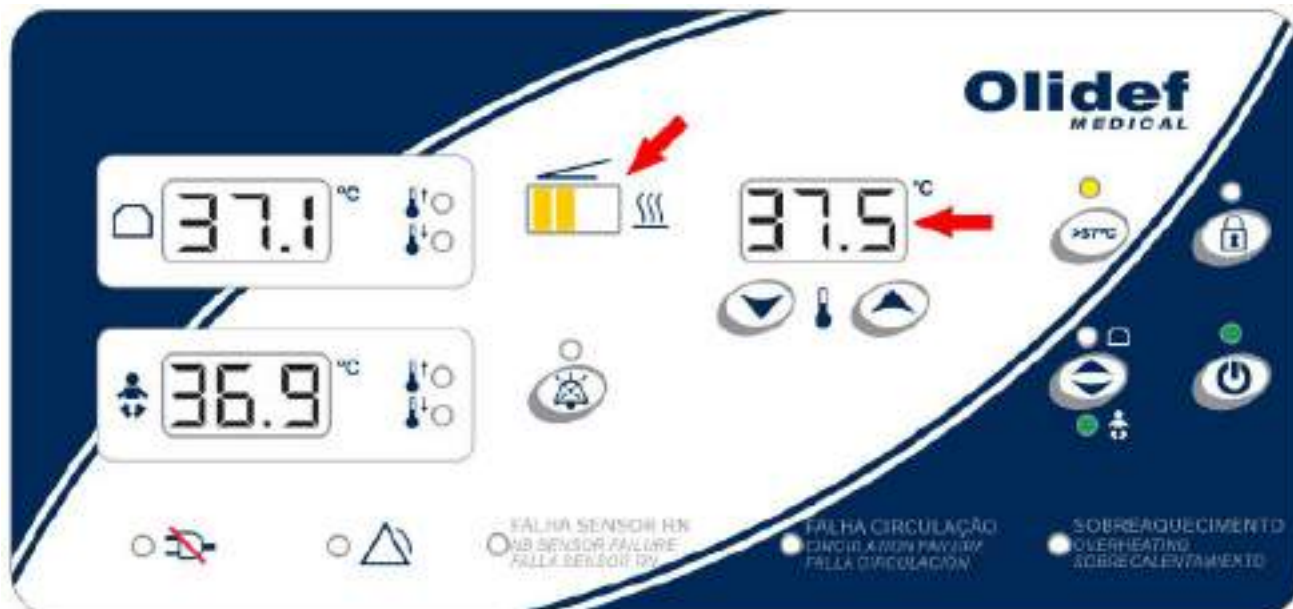

Figura 120 – valor programado para modo RN acima 37 °C
- O painel de controle possui um indicador proporcional de aquecimento, conforme figura 120.